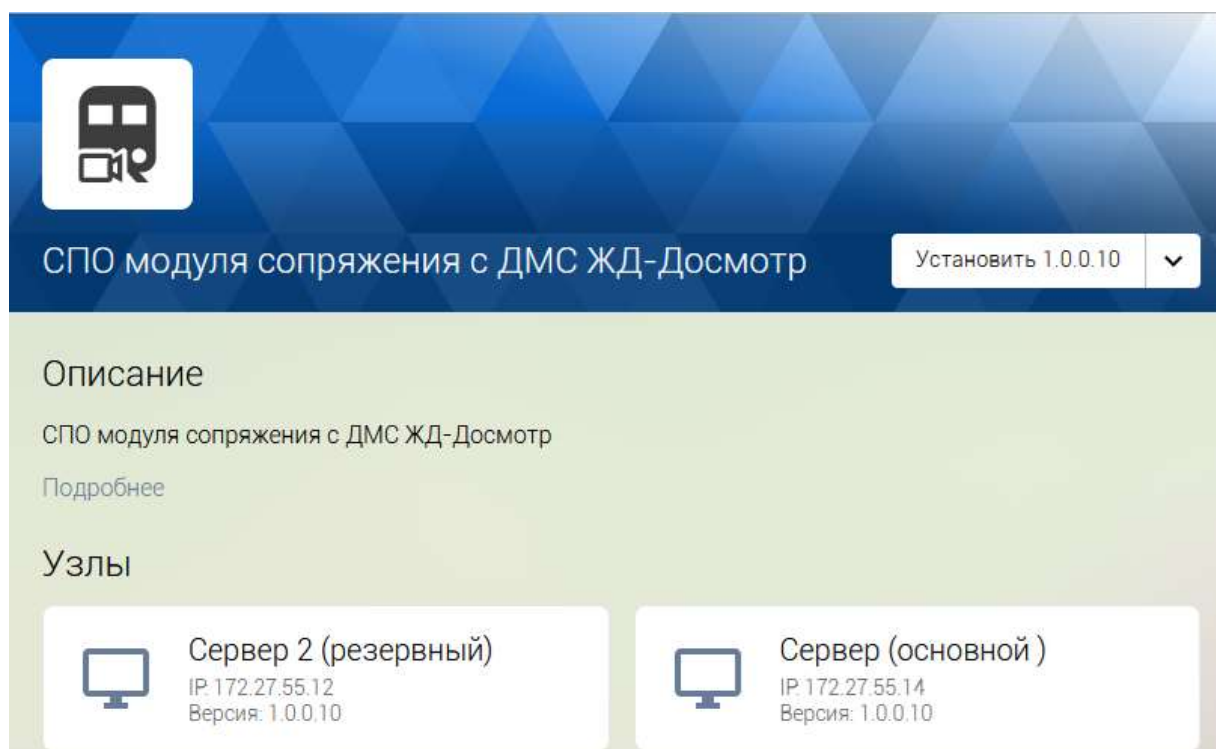

Рисунок 3 — Установленный модуль сопряжения
– в случае успешной загрузки дистрибутив регистрируется в системе и готов к установке. Все зарегистрированные дистрибутивы отображаются в окне **Пакеты**, для того чтобы получить информацию о релизе зарегистрированного СПО достаточно кликнуть по соответствующей карточке, также в карточке перечислены узлы системы, на которых уже установлено данное СПО (Рисунок 3).